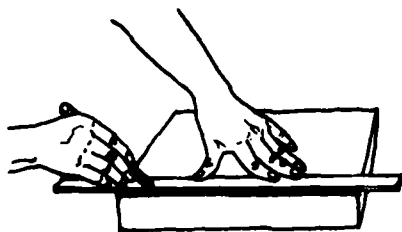

图8-4
(2) 过肋裁边——先用平尺板和划签划出一棱(图8-4)，经打扁作转头肋并砍出包灰